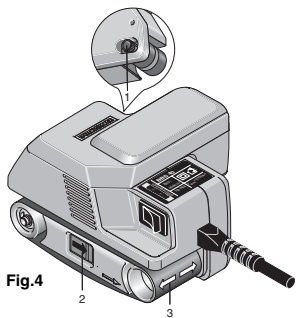

Fig.4
1. Die Rändelschraube 1 (Fig. 4) lösen.